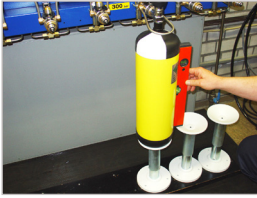

Figure 2
- ▶ Raccordez la vanne de la bouteille sur le connecteur TW154 et alignez la bouteille d'air respirable à la verticale de tous les côtés (*Figure 2*).